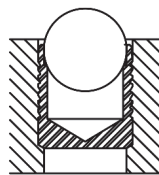

FIG. 1
Mit der Kugel nach aussen, den MSP Dichtstopfen in die Stufenbohrung einführen. Der obere Hülsenrand darf nicht über die Außenkontur vorstehen. (FIG.1)
- Führen Sie den Stift in das Werkzeug ein. Vergewissern Sie sich, dass die Hülse auf dem Mundstück aufliegt (Fig.1)